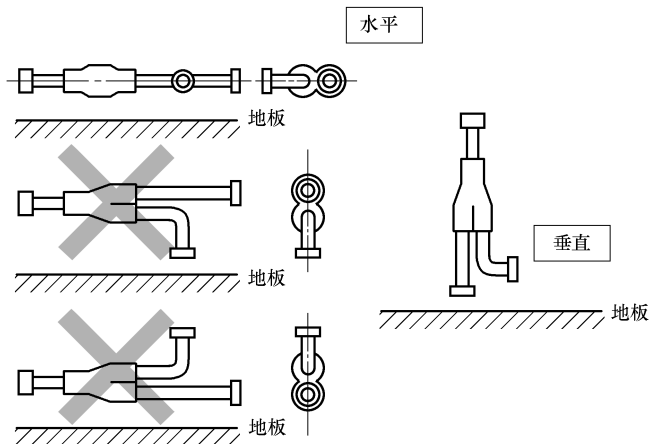

图 3-76 分岐管水平或垂直安装的角度
4) 如图 3-76 所示，水平或垂直找出分岐管的位置。
① 分岐管附有隔热材料。
② 各配管根据现场情况在中央位置切断所使用的外圆。
③ 请务必把分岐管（气、液侧）均设置为“水平分支”或“垂直分支”。
分岐管水平或垂直安装的角度如图 3-76 所示。